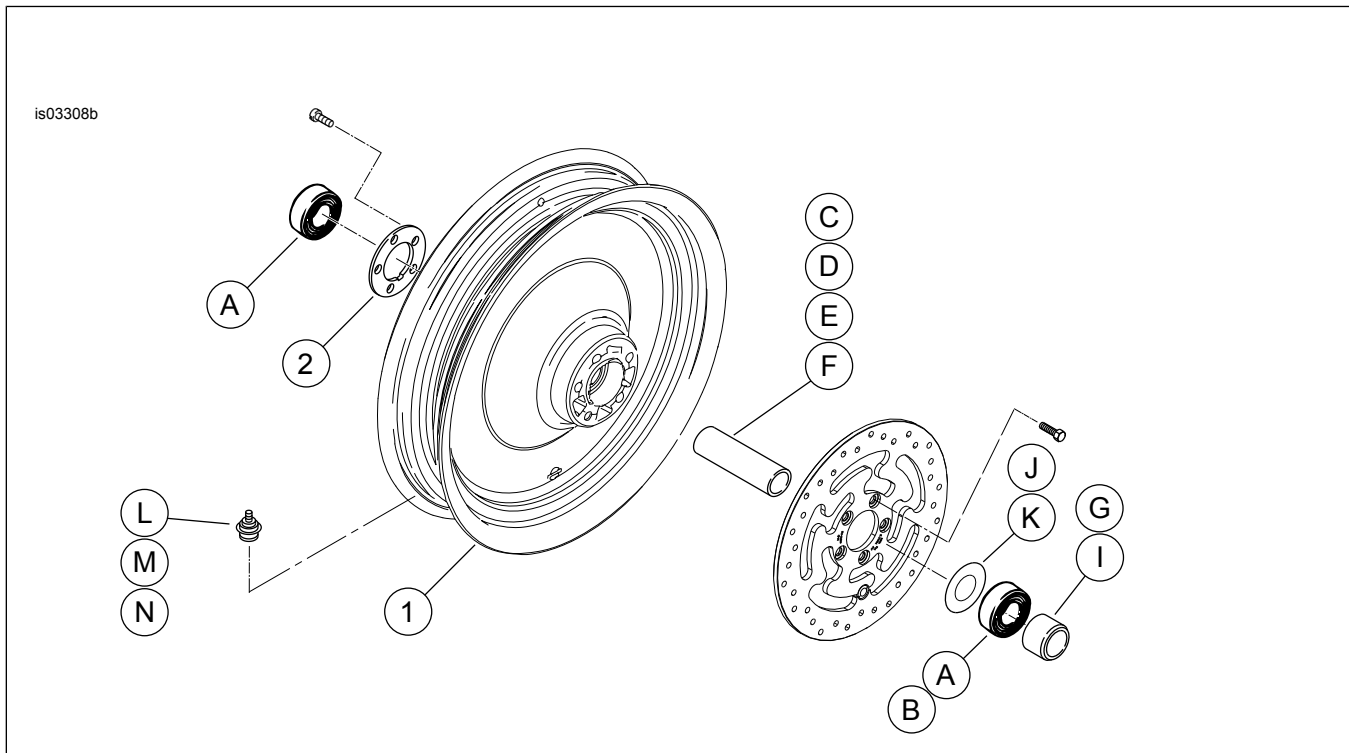

Figure 1. Pièces détachées : Roues à disque avant
2. Voir Figure 1. Installer l'assemblage de tige de valve (L, M ou N) sur la roue. Voir PNEUS dans le manuel d'entretien.